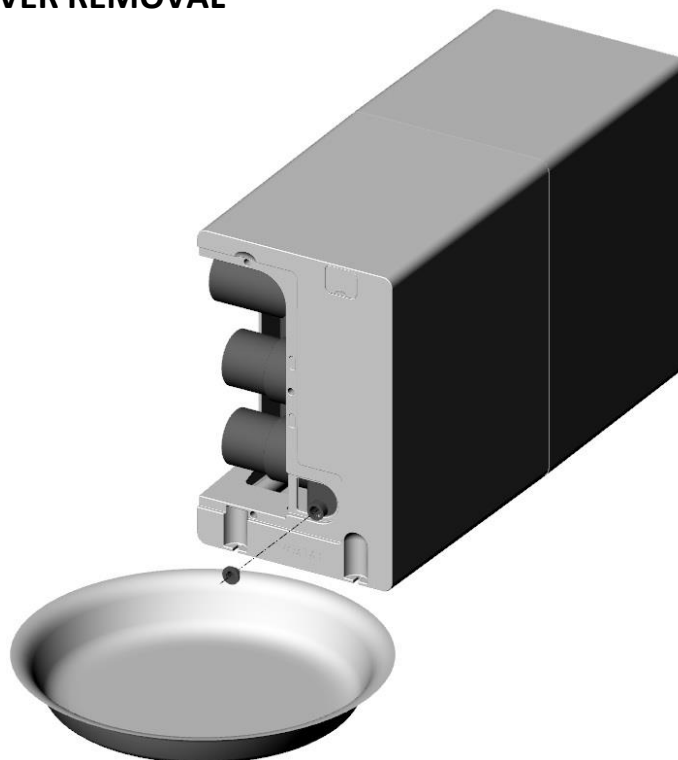

Fig. 9 – TANK EMPTYING
3. Retirez l'unité de drainage bouchon de collecte fournissant en même temps à la collecte de l'eau comme le montre la Fig. 9.